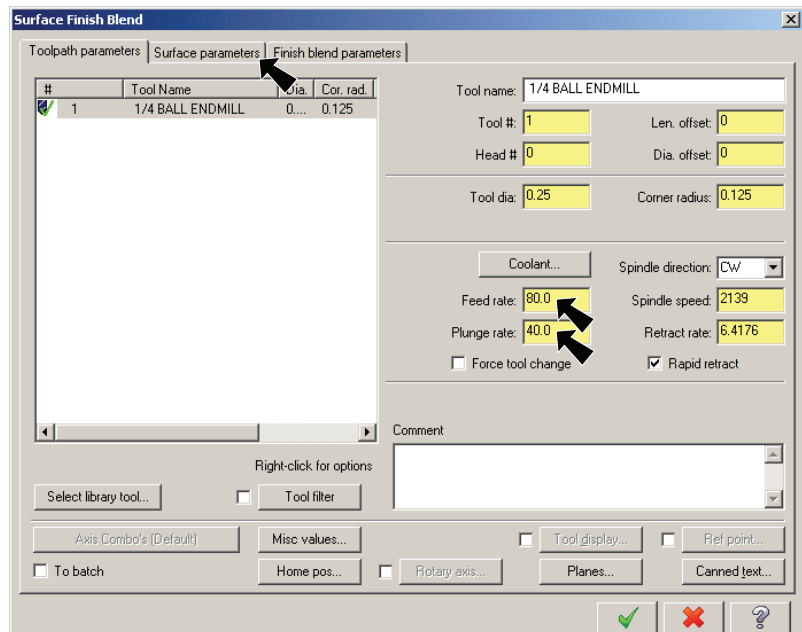

Fig. 29
Step 13. Set the **Feed rate 80** **Fig. 29**